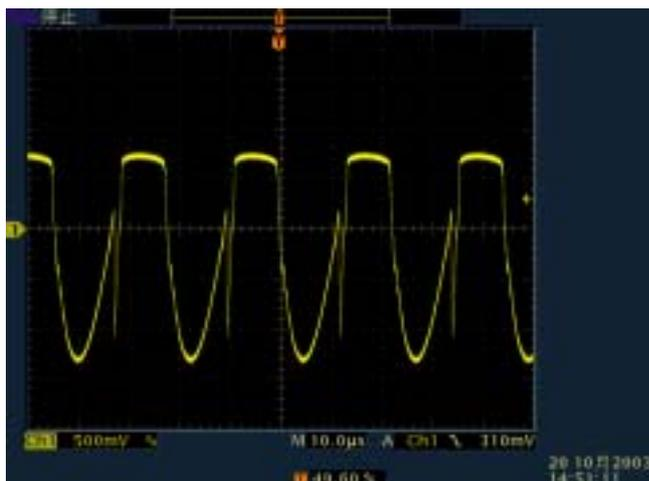
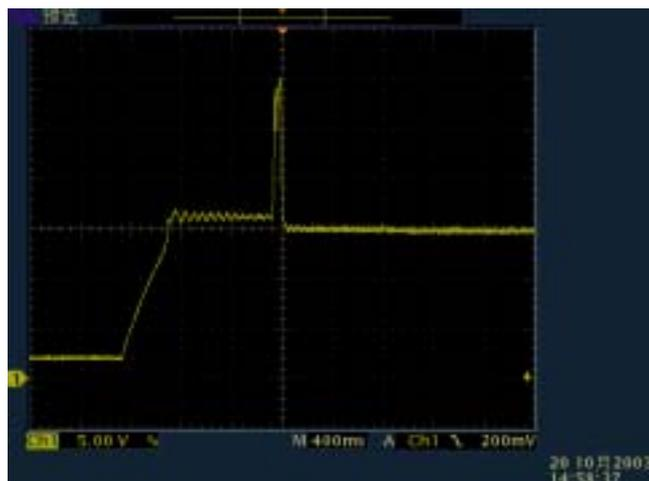

图 10 交流电源供电，正常工作时的  $V_{BE}$
图 11 预热、扫频、正常工作时的  $V_{CC}$
- 释放预热电容，用示波器准备观测  $V_{BE}$ ，打开交流电源开关，荧光灯将在预热后点亮。进入正常工作模式后的荧光灯  $V_{BE}$  波形如图 10。预热、扫频、正常工作时芯片 1 脚（VCC）波形如图 11。